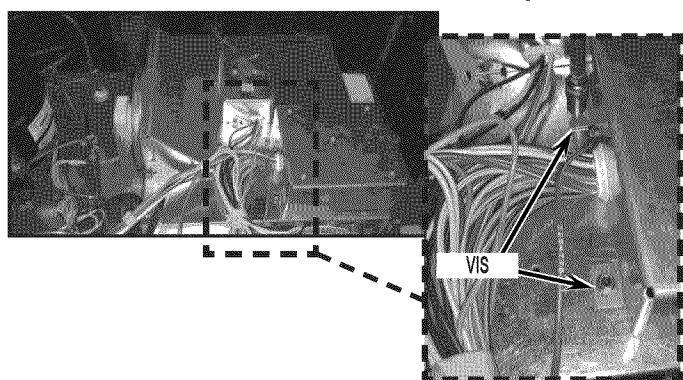

FIGURE 4
6. Retirer les 2 vis fixant l'ancien module HT au couvercle du condenseur et mettre les vis de côté. Voir Figure 4.